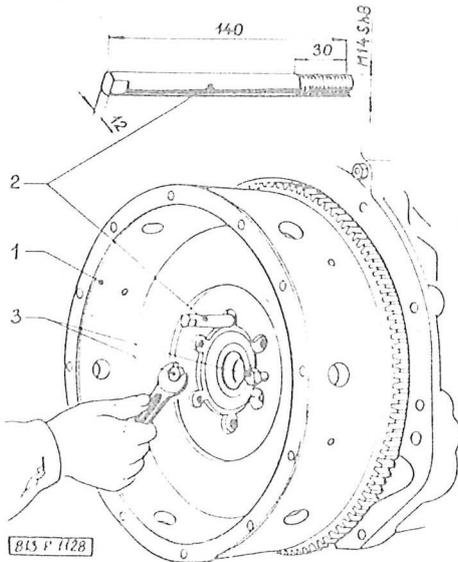

Abb. 03-15 Abbau des Schwungrades
8. In die oberste Bohrung für die Befestigungsschraube des Schwungrades den Sicherungsstift einschrauben, das Schwungrad mittels zweier Abdrückschrauben (Abb. 03-15) so aus der Lagerung herausdrücken, dass es am Sicherungsstift aufgehängt bleibt. Weiters mittels Abdrückschrauben den Deckel des rückwärtigen